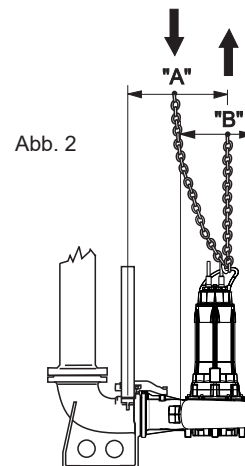

Abb. 2
1.5. - Wenn Sie die Elektropumpe aus ihrem Sitz entfernen möchten, trennen Sie zunächst die Stromkabel vom Bedienfeld und heben Sie sie an, wie auf Seite 59 angegeben (Abb.2). Waschen Sie die Elektropumpe mit einem sauberen Wasserstrahl von innen und außen, um eventuelle Rückstände der gepumpten Flüssigkeit zu entfernen. Achten Sie darauf, eine Schutzbrille, Gummihandschuhe, einen Mundschutz und eine wasserdichte Schürze zu tragen.